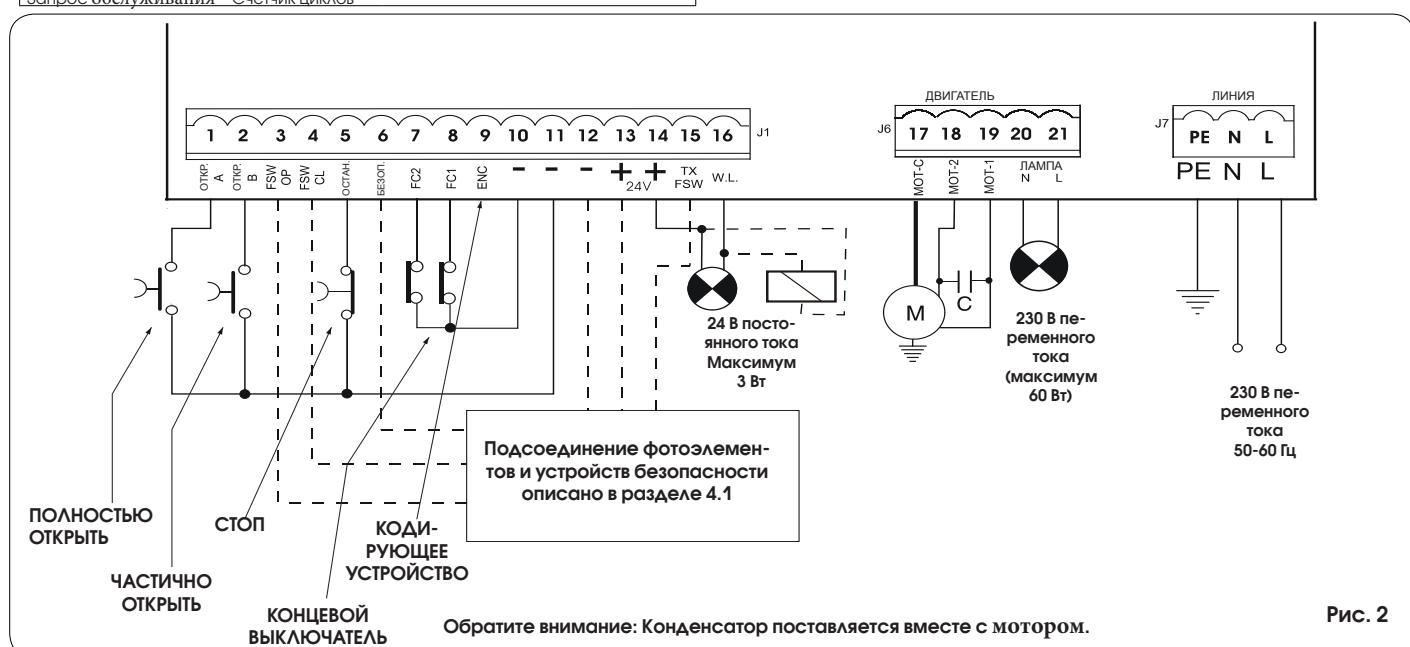

Рис. 2
- Подключите заземляющий кабель к соответствующему контакту разъема J7 на блоке управления (см. рис.2).
4.2 Клеммная панель – Источник питания (Рис.2)**ИСТОЧНИК ПИТАНИЯ (клеммы PE-N-L)**
4.3 КП J6 – Двигатели и сигнальная лампа (Рис.. 2)**ДВИГАТЕЛЬ – (выходы 17-18-19):** Подключение двигателя.**Привод для раздвижных ворот:** Инструкции
4.4 КП J1 – дополнительные устройства (Рис.2)
FC1 / FC2- Контакты концевых выключателей открывания и закрывания (входы 7 и 8): Концевые выключатели открывания и закрывания предназначены для того, чтобы установить опорную точку для остановки или для начала замедления (до или после срабатывания концевых выключателей), или для торможения привода (см. расширенное программирование в разделе 5.2). Устройство концевого выключателя должно иметь нормально замкнутый контакт для соединения входа (FC1 или FC2) и вывода оборудования (см. рис. 2) **ПРИВОД ДЛЯ РАЗДВИЖНЫХ ВОРОТ:** правильное подключение концевых выключателей и двигателя описано в разделе 4.6.